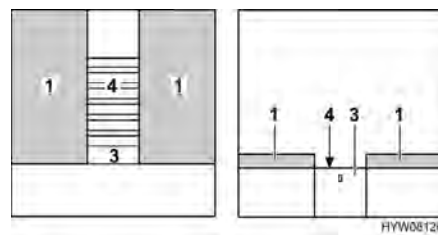

Fig. 79 Durante la transformación
- Extraer completamente el somier (Fig. 79,4). Para esto, tirar del dispositivo de extracción (Fig. 79,3).